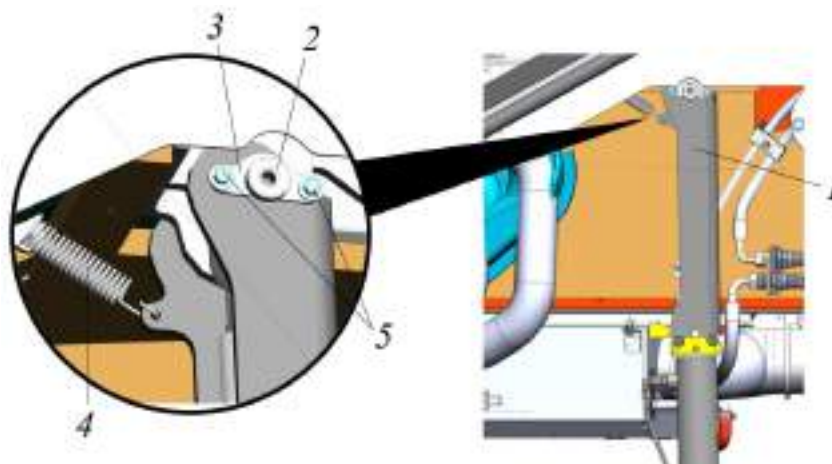

Рисунок 5.37. Демонтаж блокиратора гидроцилиндра подъема-опускания кабины
- ▶ Отцепить пружину 4 от кабины, рис. 5.37. С блокиратора 1 пружину 4 можно не снимать.
- ▶ Ключом  на 10 выкрутить крепеж 5, снять стопор 3, рис. 5.37.
- ▶ Ручным насосом подъема кабины выдвинуть шток гидроцилиндра до совмещения проушины штока с проушинами на кабине. В совмещенные проушины установить ось с блокиратором. Ось от продольных перемещений зафиксировать стопором с крепежом. Зацепить пружину на кабину, см. рис. 5.37.